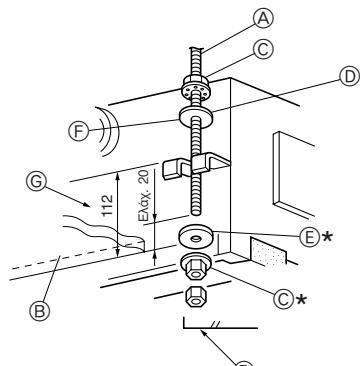

Fig. 2-7
- Περάστε την πρώτη τις ροδέλλες ① ② (προμηθεύονται) και τα παξιμάδια τους (που θα προμηθευτείται από την τοπική αγορά) στο μπουλόνι ανάρτησης. (Fig. 2-7)
- * Κάντε αυτή την ενέργεια με την παρακάτω σειρά (από την κορυφή): παξιμάδι, ροδέλλα μονωμένη ②, ροδέλλα χωρίς μόνωση ①, δύο παξιμάδια.
- * Τοποθετήστε τη μονωμένη ροδέλλα ② με την επιφάνεια μόνωσης προς τα κάτω, όπως φαίνεται στην εικόνα.
- Σηκώστε τη μονάδα στη θέση της, ευθυγραμμισμένη με τα μπουλόνια ανάρτησης. Περάστε το προσαρτήμα μέσα από τις ροδέλλες ① και ②, που βρίσκονται ήδη στις θέσεις τους, και στερεώστε το καλά. Κάντε το ίδιο και στα τέσσερα σημεία.